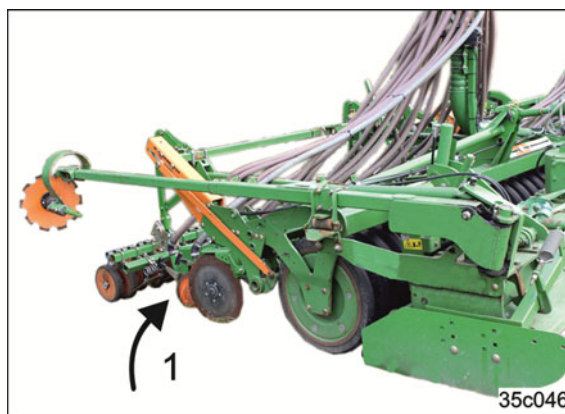

Fig. 118
- Beide Spuranreißer in Transportstellung schwenken (siehe Fig. 118/1). Beim Transport der Maschine sind beide Spuranreißer angehoben. Die Spuranreißer werden hydraulisch gesichert